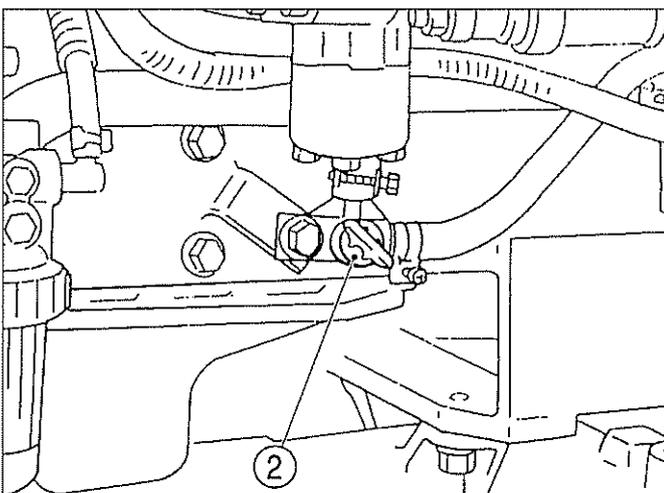

FIG. 49 / ABB. 49 / FIG. 49
FIG. 49 : Le robinet de vidange (2) permet d'évacuer le liquide de refroidissement du bloc-cylindres et du radiateur. Ce robinet de vidange est situé à droite du moteur. Il convient de remplacer le liquide de refroidissement s'il est sali par de la rouille ou de la boue. Pour faciliter la vidange, desserrez le bouchon du radiateur.